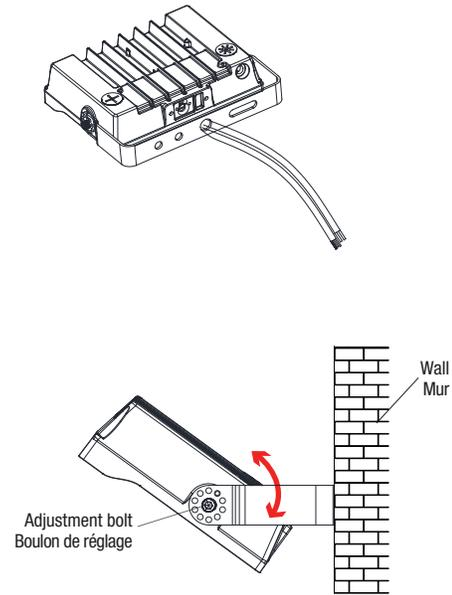

Fig. 5.3
5. Install the yoke bracket on the wall by using the appropriate bolts (Fig. 5.3).
6. Adjust the luminaire (the yoke bracket allows you to choose the necessary light direction and to set the desired angle of a lighting fixture)(Fig. 5.3):
5. Installer le support de l'étrier sur le mur en utilisant les boulons appropriés (Fig. 5.3).
6. Ajuster le luminaire (le support de l'étrier vous permet de choisir la direction de la lumière nécessaire et de régler l'angle souhaité d'un appareil d'éclairage) (Fig. 5.3):